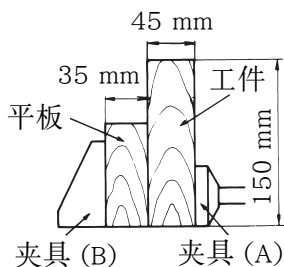

图 11
- (2) 图 11 表示在 45 度处锯割宽材料时的尺寸。使用如图所示的平板，可锯割最大尺寸为 45 mm (宽) × 150 mm (高) 的宽工件。本工具出厂时，锯条被设定在 130 mm 高的位置。要锯割高度为 150 mm 宽的工件时，请调节把手的位置。(请参照第 7 页上的 4. 把手位置的调整)